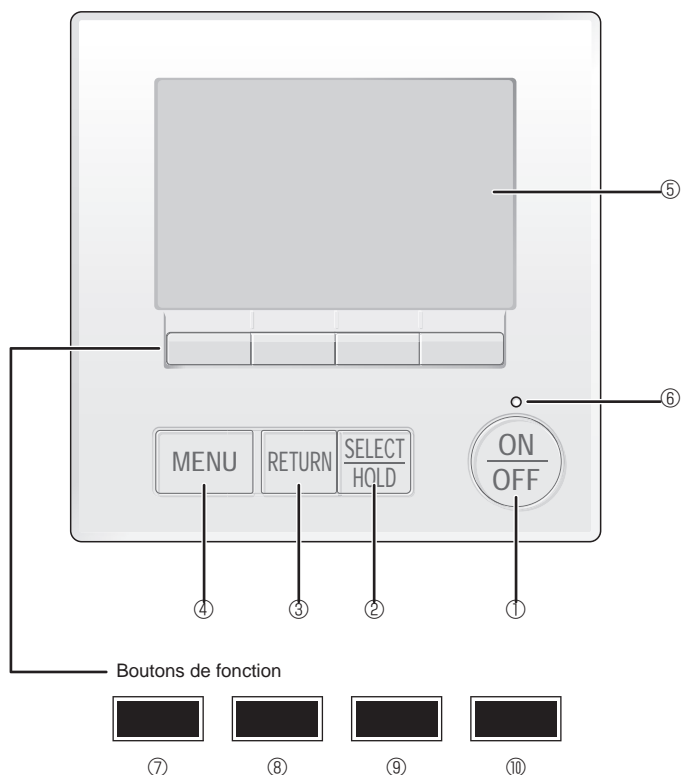

Fig. 7-2
7.3.1. Utilisation de la télécommande filaire (Fig. 7-2)
① Bouton [ON/OFF]